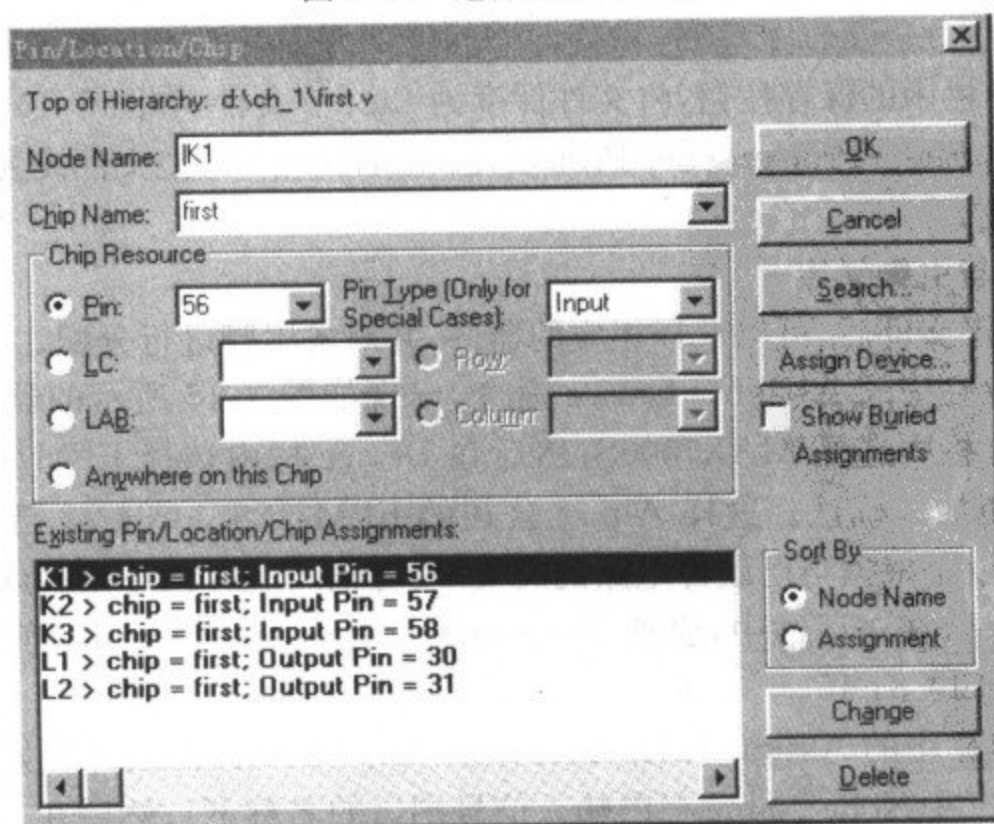

图 3-17 引脚锁定对话框
(2) 执行菜单栏中的 Assign→Pin/Location/Chip 命令,此时会弹出如图 3-17 所示的引脚锁定对话框。在 Node Name 栏内输入信号端口的名称 K1;然后在 Chip Resoure 栏中选择 Pin,根据需要输入要锁定的引脚序号 56。在 Pin type 中输入 input,这时的 Add